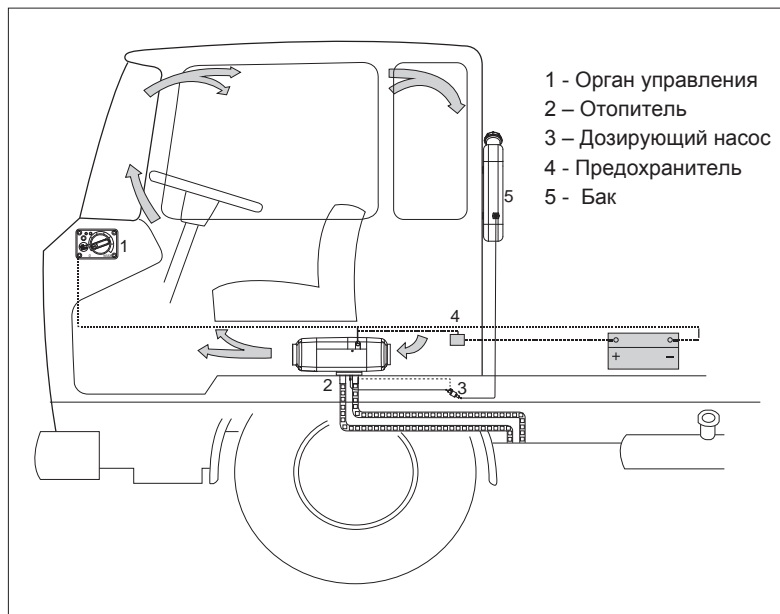
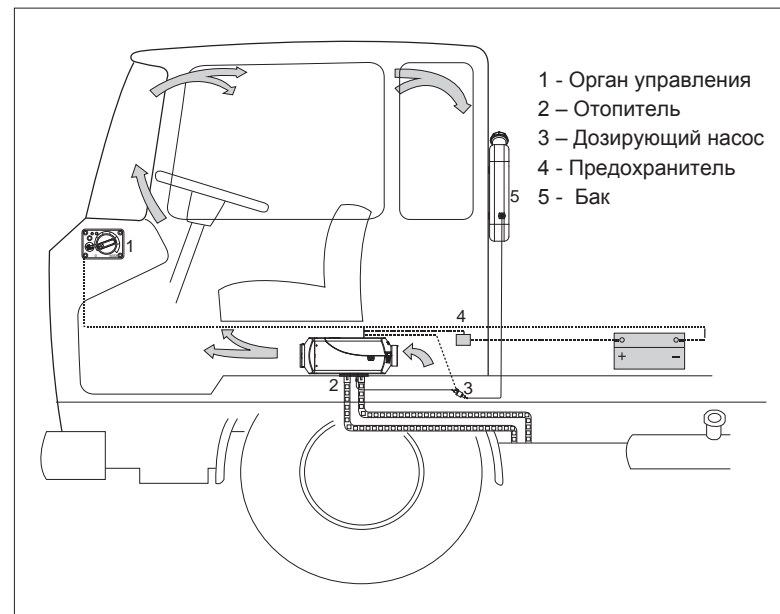

Рис. 1 (W)
Рис.2 (E)
Основной частью автомобильного воздушного автономного отопителя (далее отопитель) является малогабаритная печь на жидком топливе, которая управляется однокристалльным микрокомпьютером. Печь (т.е. теплообменник) расположена во внешнем корпусе, образующем независимый воздушный канал. Холодный воздух подается в канал вентилятором нагнетателя и после нагрева выдувается, тем самым, образуется теплоснабжающая система, независимая от установленного автомобильного устройства отопления. Таким образом независимо от работы автомобильного двигателя отопитель служит для обогрева водительской кабины, салона и др. Схема работы показана на Рис. 1 (W) и Рис.2 (E).